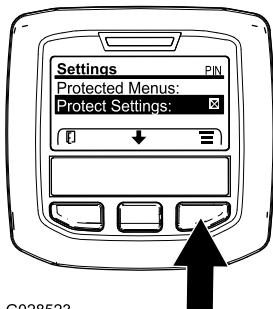

Bild 46
1. Greifen Sie auf die geschützten Menüs zu und entsperren Sie das Untermenü „geschützte Einstellungen“ (Bild 46), siehe Zugreifen auf die geschützten Menüs \(Seite 26\).